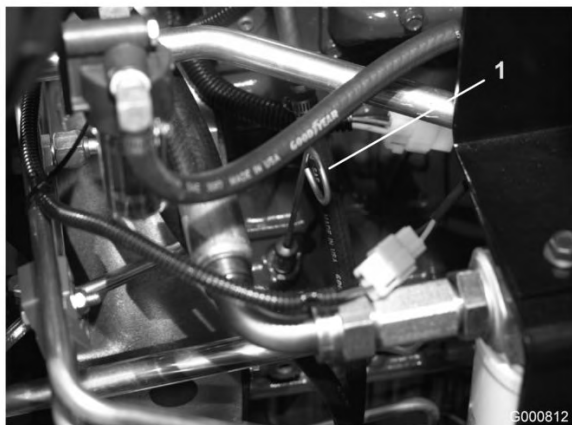

Bild 30
- Nehmen Sie den Ölpeilstab (Bild 30) heraus, wischen Sie ihn ab und setzen Sie ihn wieder ein. Ziehen Sie ihn heraus und prüfen Sie den Ölstand am Ölpeilstab: Der Ölstand sollte an die VOLL-Marke am Ölpeilstab reichen.